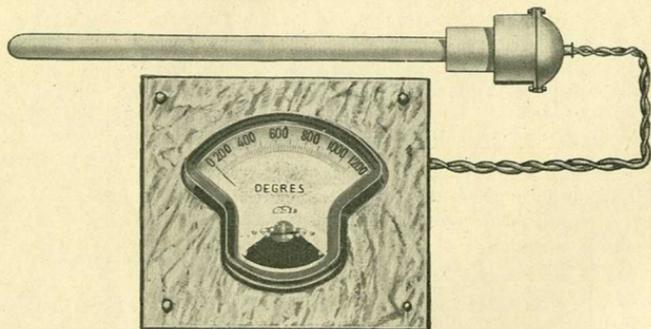

Fig. 12. — Pyromètre C. A. I. Industriel avec galvanomètre à cadran 0-1200° C.
A. Galvanomètre à cadran (fig. 12) en boîtier isolant : cadre mobile, système DEPRez D'ARSONVAL, aiguille lamellaire. Cet instrument convient pour le contrôle des travaux courants de laboratoires et d'ateliers. L'exactitude des mesures est garantie à \pm ou $- 2$ % près.